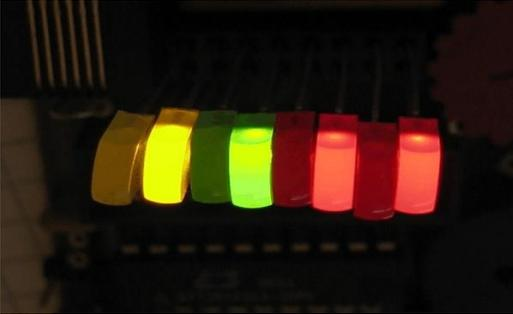

Abbildung 1 (2) 8 LEDs
*Die allerwichtigste davon ist die Möglichkeit, neue Eigenschaften hinzuzufügen, die später einmal notwendig werden. Als ich zum ersten Mal die Ideen, die ich entwickelt hatte, zu einer Einheit zusammenfasste, arbeitete ich auf **Abbildung 1** einer IBM 1130, einem Computer der "dritten Generation". Das Ergebnis schien mir so leistungsfähig, dass ich es für eine "Sprache der vierten Computergeneration" hielt. Ich würde sie FOURTH genannt haben, aber die 1130 erlaubte nur eine Kennung mit 5 Buchstaben. So wurde aus FOURTH FORTH, immerhin ein nettes Wortspiel.*
Im Stile einer Schritt-für-Schritt-Anweisung wollen wir in diesem Kapitel zeigen, wie man mit MikroForth umgeht. Dazu werden wir mit MikroForth den Attiny so programmieren, dass er die Leuchtdioden an Port B in einem solchen Muster wie in Abb. 1 aufleuchten lässt. Die wenigen benötigten FORTH-Sprachelemente werden wir einfach angeben; wie sie funktionieren - und vor allem: wie man damit eigenständig Programme entwickelt, das werden wir dann in den folgenden Kapiteln darlegen.
Unser Programm gibt zunächst die Zahl 85 am Port B aus; da die Zahl 85 im Zweiersystem als 01010101 geschrieben wird, sollte dies das gewünschte Muster bei den LEDs erzeugen (vgl. Abb. 1). Anschließend führt das Programm eine Endlosschleife aus.
Und wenn Sie keinen Eingabefehler gemacht haben, die LEDs korrekt in die Buchsen gesteckt wurden, die Batterie noch voll ist und die Übertragung reibungslos funktioniert hat, ja - dann sollte auch das Bitmuster aus Abb. 1 tatsächlich angezeigt werden und wir gratulieren Ihnen zur erfolgreichen Implementation Ihres ersten FORTH-Programms!
Our program first displays the number 85 at port B; Since the number 85 is written as 01010101 in the binary system, this should produce the desired pattern for the LEDs (see Fig. 1).